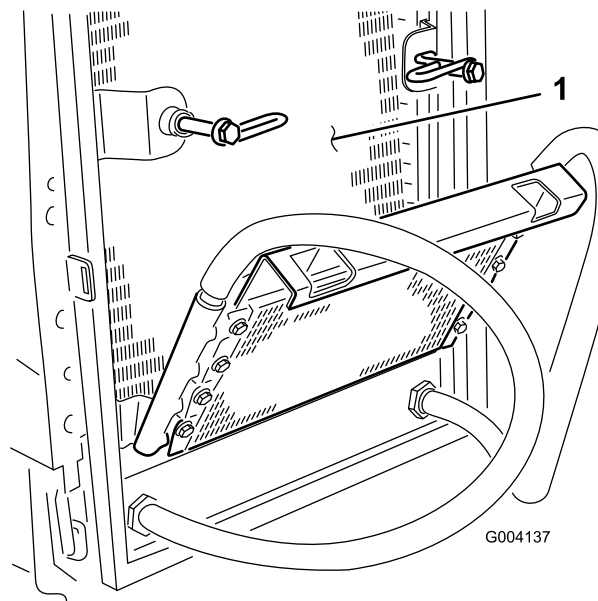

Figure 70
6. Nettoyez soigneusement les deux côtés du refroidisseur d'huile et du radiateur (Figure 70) à l'air comprimé.